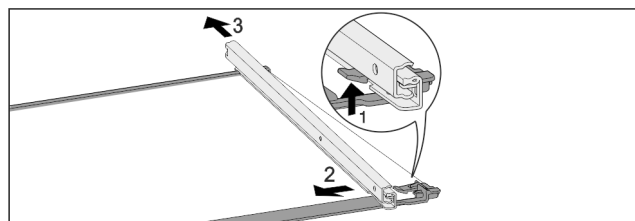

Fig. 139 Glasplatte mit Schienen
- Vorderen Rasthaken nach oben drücken. Fig. 139 (1)
- Auszugsschiene zur Seite Fig. 139 (2) und nach hinten Fig. 139 (3) wegschieben.